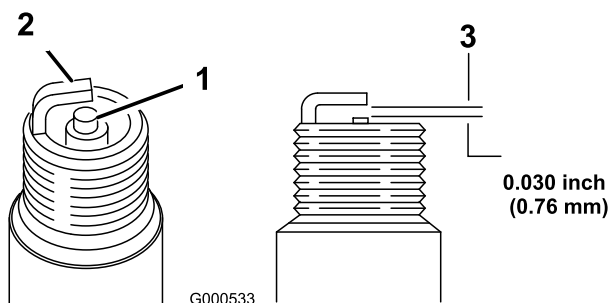

Figura 54
1. Controllate il centro delle candele (Figura 54).
2. Verificate la distanza tra gli elettrodi centrale e laterale (Figura 54), e se non è esatta piegate l'elettrodo laterale.